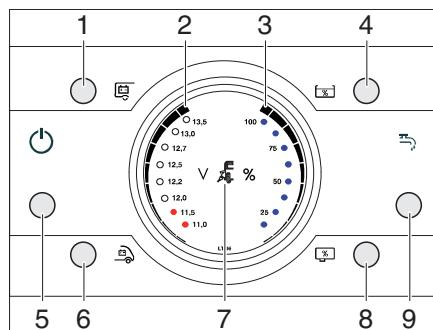

Fig. 272 Pannello di controllo LT 96
La spia di controllo 230 V (Fig. 272,7) si accende quando all'ingresso della centrale elettrica è presente una tensione di rete.
L'interruttore principale 12 V (Fig. 272,1) inserisce o disinserisce il pannello di controllo e l'alimentazione a 12 V dell'abitacolo.
**Accensione:** ■ Premere brevemente il tasto interruttore principale 12 V (Fig. 272,1). L'alimentazione a 12 V dell'abitacolo è inserita. Il LED di controllo si accende.
**Spegnimento:** ■ Premere brevemente il tasto interruttore principale 12 V (Fig. 272,1). L'alimentazione a 12 V dell'abitacolo è disinserita. Il LED di controllo si spegne.
Con i tasti della batteria dell'abitacolo (Fig. 272,1) e della batteria di avviamento (Fig. 272,6) si visualizza lo stato di carica delle batterie.
- Premere il tasto della batteria dell'abitacolo (Fig. 272,1).
Viene indicata la carica della batteria (Fig. 272,2).
- Premere il tasto della batteria di avviamento (Fig. 272,6).
Viene indicata la carica della batteria (Fig. 272,2) .
Con i tasti livello di riempimento serbatoio dell'acqua (Fig. 272,4) e livello di riempimento serbatoio delle acque grigie (Fig. 272,8) si visualizzano la quantità d'acqua e la quantità di acque grigie.
- Premere il tasto livello di riempimento serbatoio dell'acqua (Fig. 272,4). Viene indicato il livello del serbatoio dell'acqua (Fig. 272,3).
- Premere il tasto livello di riempimento serbatoio delle acque grigie (Fig. 272,8). Viene indicato il livello del serbatoio delle acque grigie (Fig. 272,3).
Con il tasto pompa dell'acqua ON / OFF (Fig. 272,9) si può attivare o disattivare la pompa dell'acqua. La reale accensione della pompa dell'acqua avviene quando si apre un rubinetto dell'acqua con pompa dell'acqua attivata. Se è disattivata, la pompa dell'acqua rimane spenta anche se si apre un rubinetto dell'acqua.
- Premere brevemente il tasto pompa dell'acqua ON / OFF (Fig. 272,9). La pompa dell'acqua si attiva. Il LED si accende.
- Premere brevemente il tasto pompa dell'acqua ON / OFF (Fig. 272,9). La pompa dell'acqua si disattiva. Il LED si spegne.
Il LED "11,0 V" nell'indicatore (Fig. 272,2) inizia a lampeggiare non appena la tensione della batteria scende al di sotto di 11 V (misurazione durante il normale esercizio), con conseguente rischio che la batteria si scarichi totalmente.